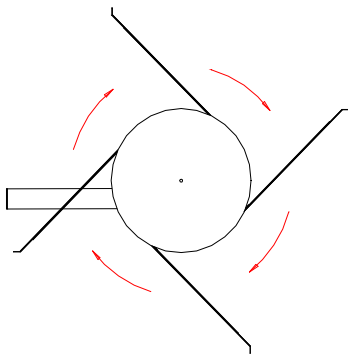

Fig: 2
- 8) Monter les bras-ressorts sur l'agitateur. L'agitateur tourne dans le sens horaire (Fig. : 2). Monter les bras-ressorts les plus longs en face. Les bras-ressorts (I) (Fig.4) doivent passer à 15-20 mm au-dessus de la vis de prélèvement. Ne pas serrer les vis (H) (Fig.4) sur les bras-ressorts. Les pieds (J) (Fig.4) sur l'agitateur doivent être réglés de manière à ce que le bras-ressort le plus long court à env. 3-4 cm (K) (Fig.4) du sol.